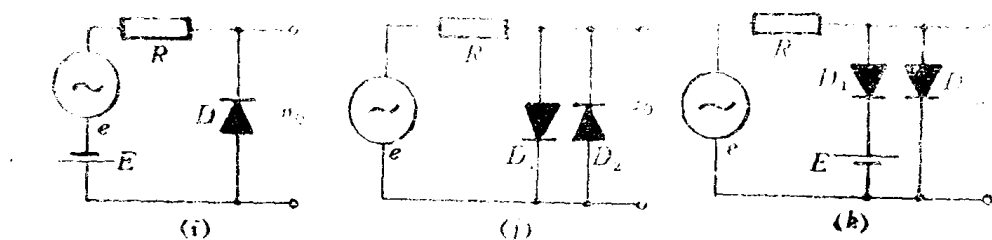

图 1-12
1.16 图1-12中所示各电路中, e 为正弦波, 二极管为理想管, 在 E 小于信号电压峰值情况下, 画出输出电压 U_o 的